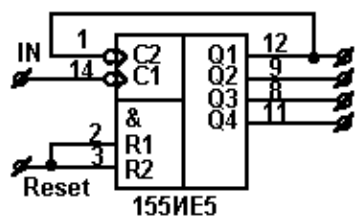

Рис. 16.
7. Подать сигнал от мультивибратора (рис. 16) на вход  $C_1$  микросхемы K155IE5. Микросхема включает в себя делитель на 2 ( $C_1 \rightarrow Q_1$ ) и делитель на 8 ( $C_2 \rightarrow Q_2, Q_3, Q_4$ ). Все выходы  $Q_i$  сбрасываются в "0", если на оба входа R1 и R2 подать "лог. 1", т.е.  $\text{Reset} = R1 \& R2$ . Т.о., чтобы получился делитель на 16, нужно  $Q_1$  соединить с  $C_2$ . Исследовать сигналы с выходов  $Q_1, Q_2, Q_3, Q_4$ .